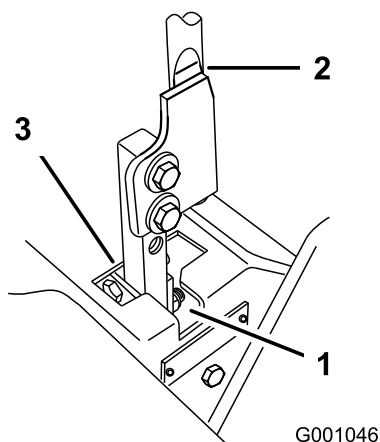

Figure 53
5. Placez le levier au point mort, sans le verrouiller (Figure 53).
7. Vérifiez la position du levier par rapport au cran de la console (Figure 53). Il doit être centré de façon à pouvoir pivoter vers l'extérieur jusqu'à la position de verrouillage du point mort.